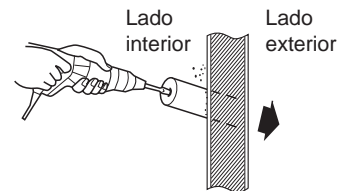

Fig. 3-76
8. Si el cableado y los tubos deben pasar por detrás de la unidad, haga agujeros en la pared. (Fig. 3-76)